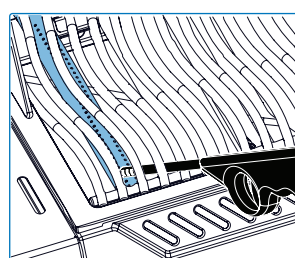
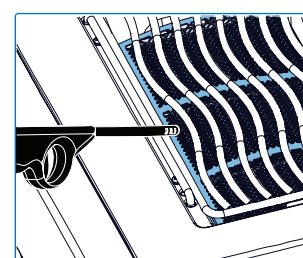

Fig. 11
Fig. 12
1. Åbn brænder-/grilllåget. (**Fig. 11, Fig. 12**)